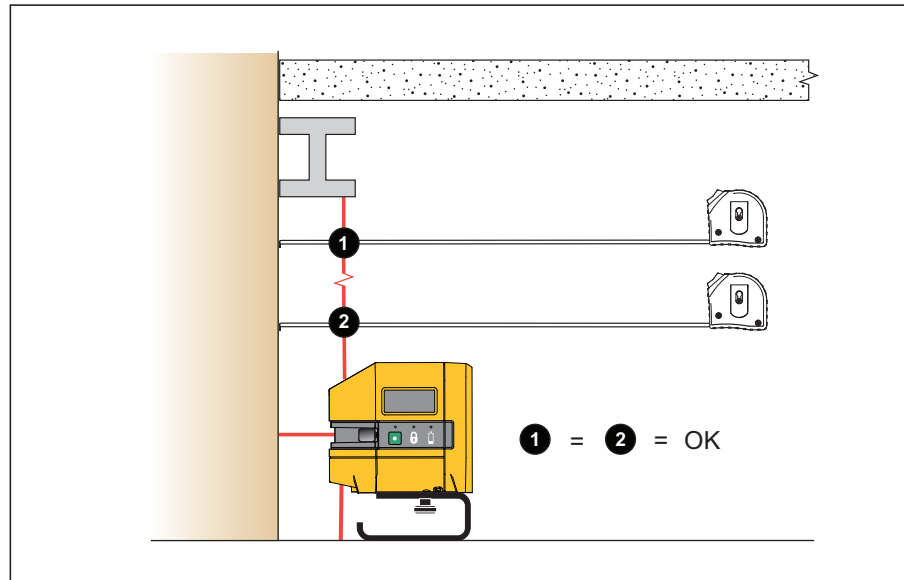

Figure 5. Vérification de l'aplomb de l'élément existant
2. Mesurez la distance entre l'élément et le laser à diverses distances du Produit. Voir la figure 5.